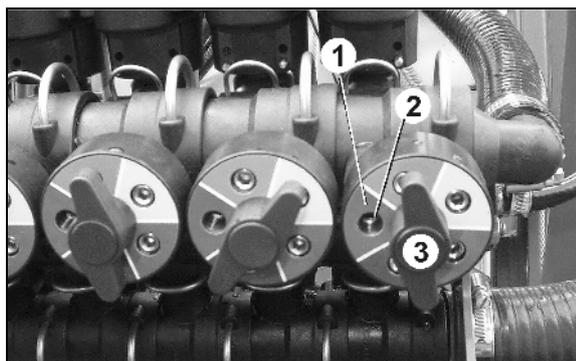

Fig. 4
7. Les cases marquées en couleurs des rondelles de présélection de pression calibrée (Fig. 3/1) concordent avec la couleur des buses de pulvérisation correspondantes. La zone colorée de la buse de pulvérisation sélectionnée doit être située à gauche (Fig. 4/1).
8. Préréglez le bloc de pression calibrée en utilisant les vis sans tête (Fig. 4/2).
- o Tournez la vis sans tête (Fig. 4/2) du dispositif de pression calibrée correspondant à cette vanne de tronçonnement jusqu'à ce que l'affichage de pression indique de nouveau une pression exacte de 4 bars. Ouvrez ensuite ce tronçonnement.
10. Après le préréglage de la pression calibrée pour la buse correspondante, la pression calibrée peut être rétablie après un changement de buse en tournant la rondelle de présélection de pression calibrée sur la couleur de buse assignée. Pour ce faire desserrez l'écrou à ailettes (Fig. 4/3) – tirez et tournez la rondelle de présélection de pression calibrée - serrez l'écrou à ailettes.